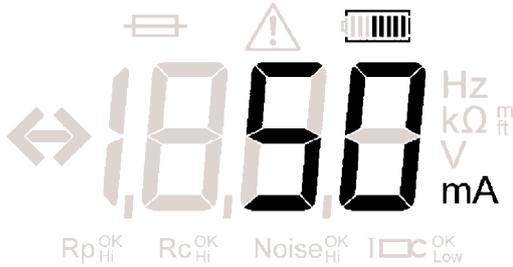

Abbildung 9: Mit der Stromzange gemessener Stromwert
3. Das Instrument zeigt den Strommesswert an, wie in Abbildung 9 zu sehen ist.